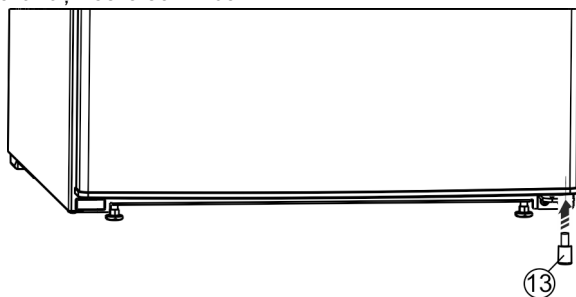

Fig. 26 *
- Remontați distanțierul Fig. 26 (13) în partea inferioară dreaptă a ușii, deoarece este important pentru stabilitatea aparatului.*